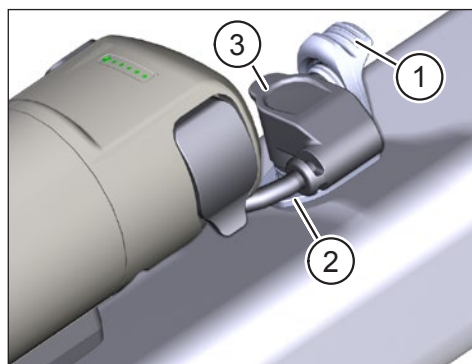

Fig. 8: Conecte el cable de conexión al puerto de carga
- ▶ Despliegue la tapa (Pos. 1 en Fig. 8) del puerto de carga (Pos. 2 en Fig. 8) del cuadro de la e-bike.
- ▶ Alinee el conector (Pos. 3 en Fig. 8) del cable de conexión de forma que la codificación del conector del enchufe y del puerto de carga coincidan.
- ▶ Inserte el enchufe en el puerto de carga y asegúrelo con la tapa (Pos. 1 en Fig. 8).